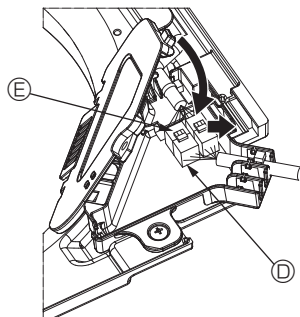

Fig. 5-10
- ③ Etter at ledningene legges i koblingsboksen, lukker du dekselet til koblingsboksen. Pass på at ledningene ikke kommer i klem. (Fig. 5-10)